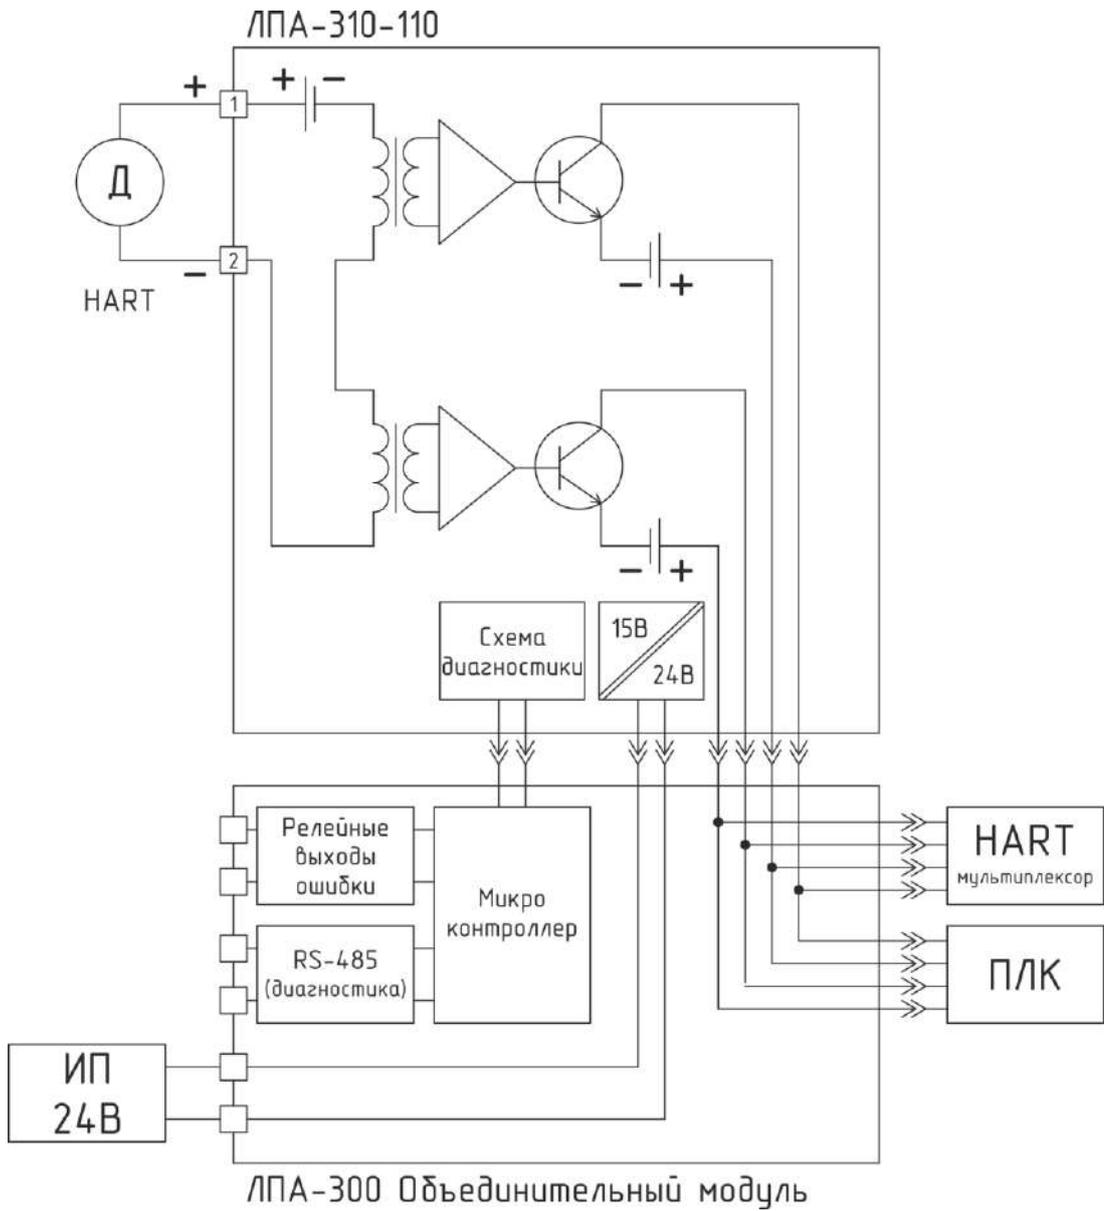

Рисунок 6 – Схема подключения ЛПА-310-110 при установке на объединительный модуль ЛПА-300
- 7.15 Схема подключения оборудования к повторителю ЛПА-310-110 представлена на рис.6.